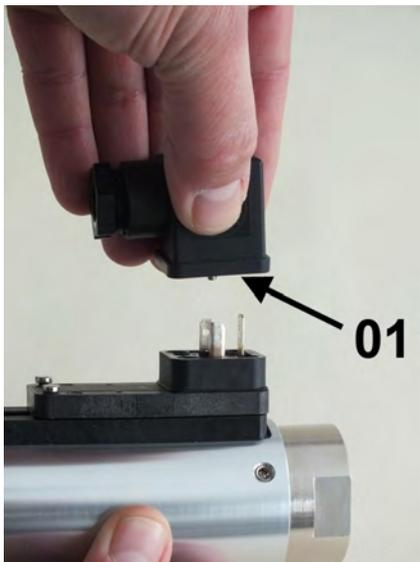

Abb. 53: Steckerdose abziehen
- 2.** ➤ Steckerdose mit dazugehöriger Dichtung (Abb. 53/01) nach oben abziehen